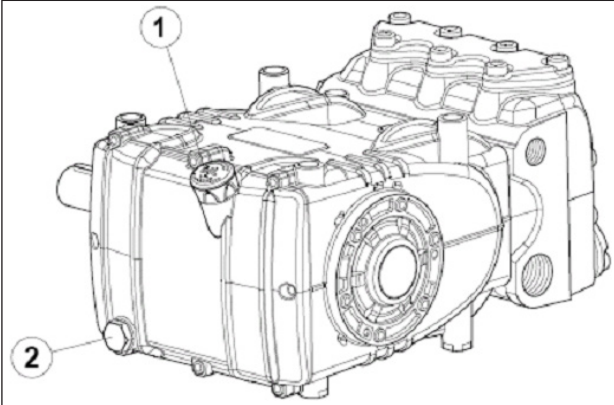

Abb. 3
Ölmesstab Pos. ①, Abb. 3 nach.
Die Ölstandprüfung hat mit der Pumpe auf Umgebungstemperatur zu erfolgen, für den Ölwechsel soll die Pumpe dagegen auf Betriebstemperatur sein. Entfernen Sie dazu: den Ölmesstab Pos. ① und anschließend den Verschluss Pos. ②, Abb. 3.